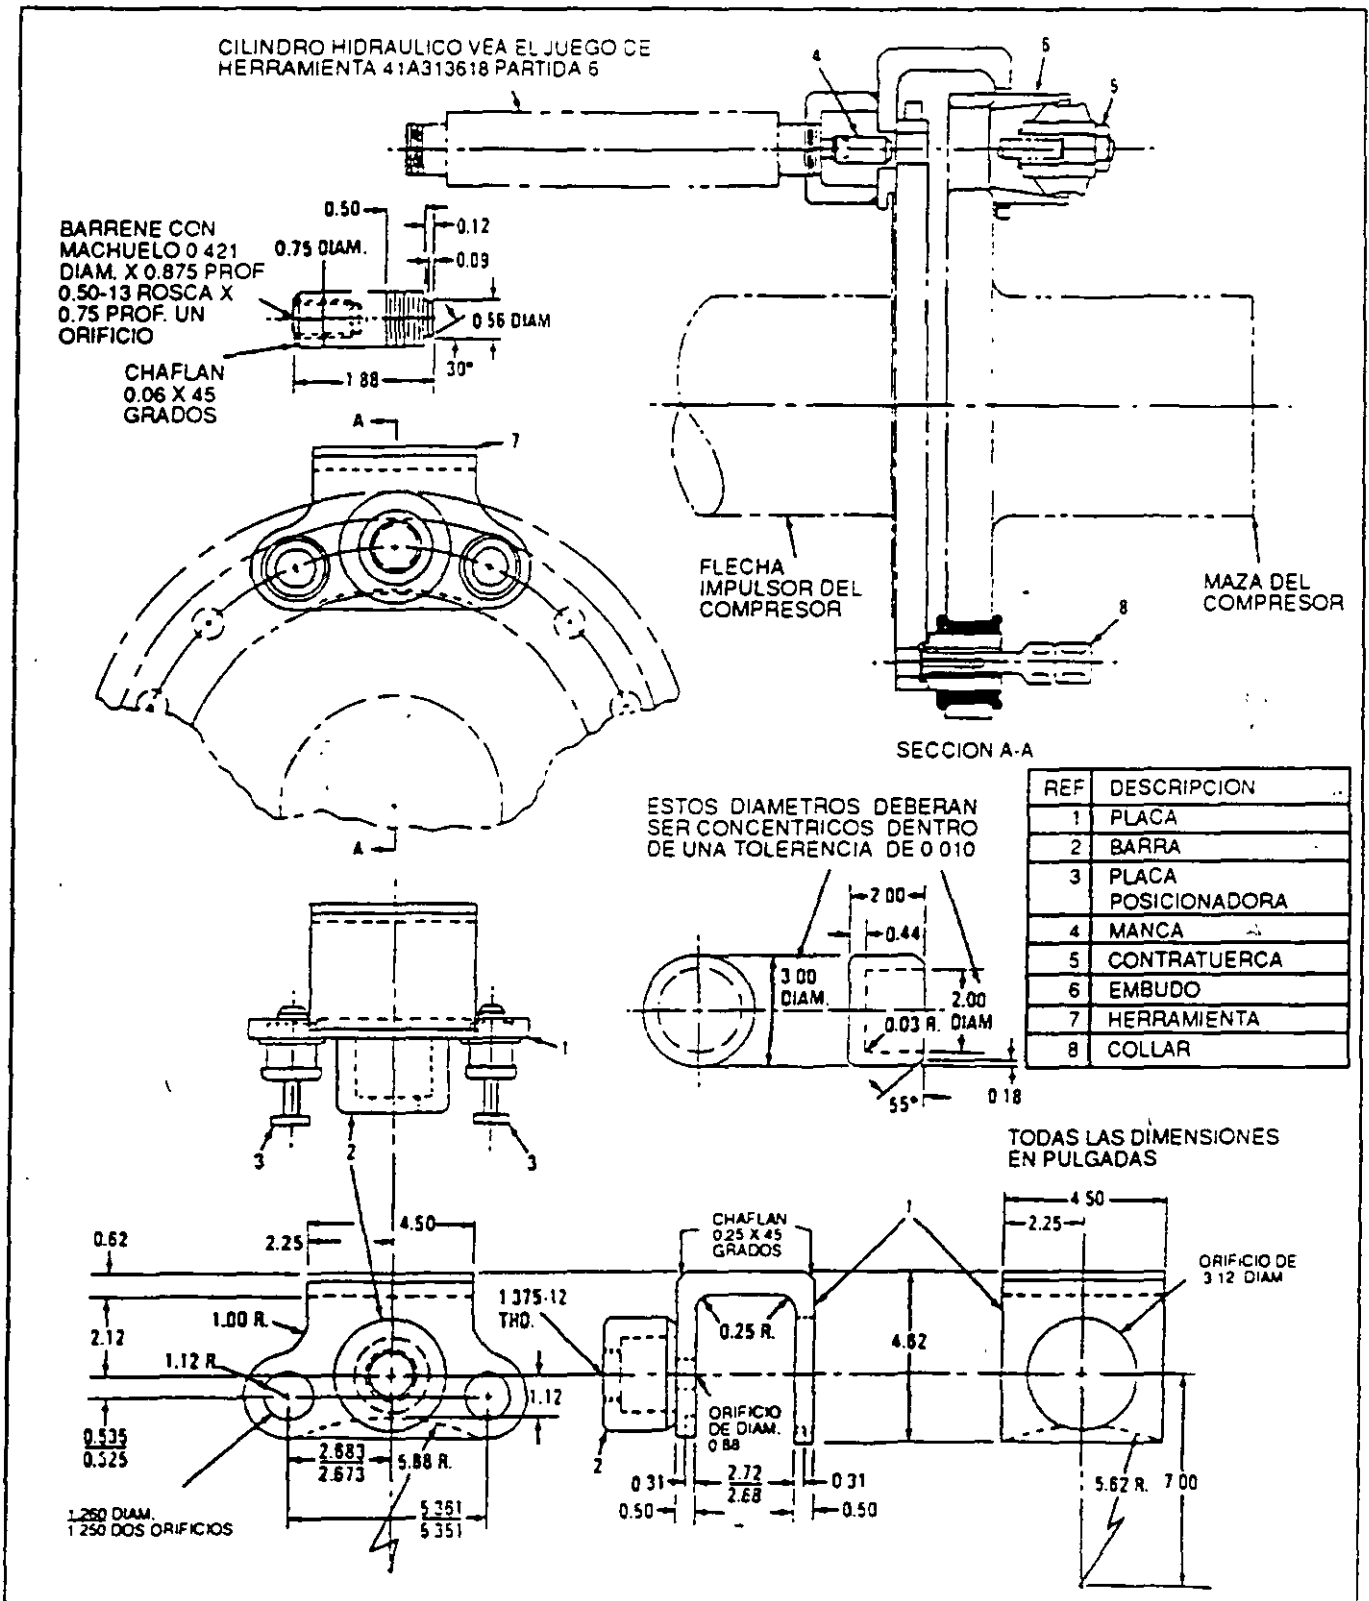

FIG. 17. HERRAMIENTA PARA REMOCION E INSTALACION DE LOS INSERTOS RCI. E-32863-S
Remueva los insertos RCI usando el siguiente procedimiento (Fig. 17):
NOTA: Debe tenerse cuidado al instalar el collar para asegurarse que se expanda en el area abierta entre el extremo del inserto RCI y la flecha impulsora (Fig. 17). Si se puede mover el collar cuando se encuentra expandido indica que está en la posición apropiada.
3. Jale hacia su posición al inserto RCI como se muestra en la Fig. 17.